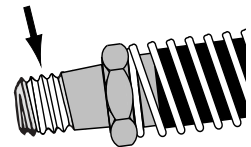

Abbildung 4
**HINWEIS:**  $1\frac{1}{2}$  Lagen Teflonband verwenden und dabei den ersten Gewindegang frei lassen, um zu verhindern, daß Bandfetzen in das Hydrauliksystem gelangen und Schaden verursachen. Siehe Abbildung 4.